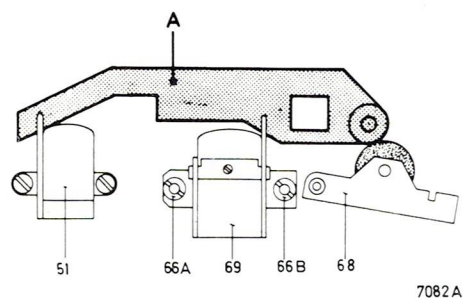

Fig. 1
Réglage de la tête d'enregistrement/reproduction 69 (voir fig. 1)
- Pour effectuer ce réglage il est utilisé un gabarit spécial, voir A fig. 1.